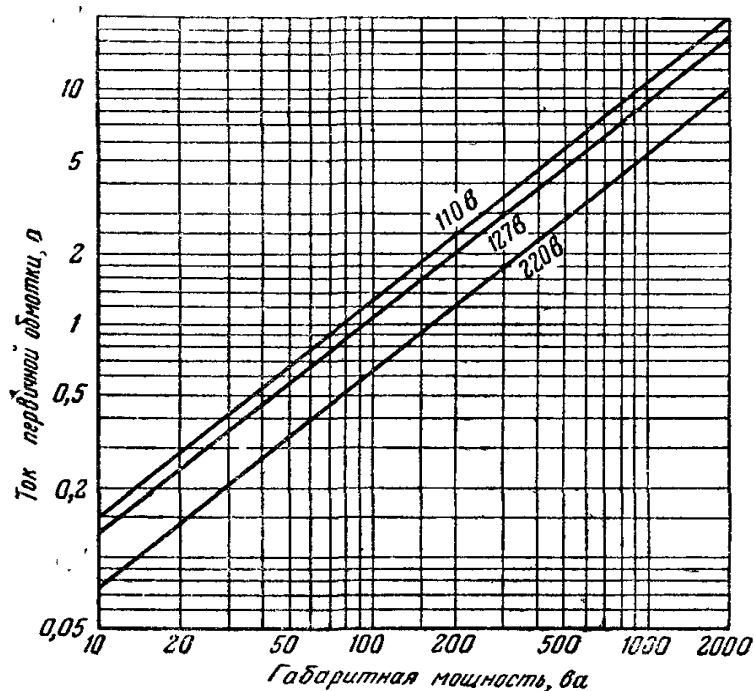

Рис. 10. График для определения тока секций первичной обмотки трансформатора при полной нагрузке.
Разделив величины тока в секциях первичной обмотки, найденные по графику на рис. 10, на плотность тока –б-, взятую из табл. 1, 2 или 3, получают необходимые площади сечения провода –s- для каждой из этих секций, т. е.
3. Согласно этой же таблице секции /а и /в (яя 110 в) должны иметь по 285 витков, а секции 1б и 1г (на 17 в)—по 45 витков. Ток во всех этих секциях по графику на рис. 10 (линия 220 в) равен 0,39 а. Согласно табл. 1 плотность тока $j=2 \text{ а/мм}^2$, следовательно, для этих секций необходим провод сечением не менее $0,39:2=0,195 \text{ мм}^2$. Выбираем провод со стандартным диаметром 0,51 мм ($s=0,204 \text{ мм}^2$).
5. По графику на рис. 10 ток $I_{127}=0,46 \text{ а}$ и ток $I_{220}=0,26 \text{ а}$. По формулам (4) токи секций 1б и 1в: $j_{1б}=I_{127}=0,46 \text{ а}$ и $j_{1в}=I_{220}=0,26 \text{ а}$. По формуле в табл. 5: $j_{ii}=3,6/0=3,6 \cdot 0,07=0,25 \text{ а}$ и по формуле (3) ток секции 1а: $j_{1а}=I_{127}-j_{1в}=0,46-0,25=0,21 \text{ а}$.